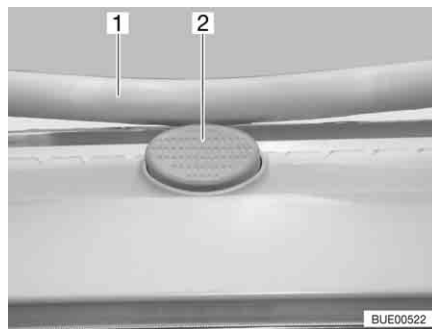

Bild 86 Sicherungsknopf an der Heki-Dachhaube
- Den Sicherungsknopf (Bild 86,2) drücken und den Bügel (Bild 86,1) mit beiden Händen nach unten ziehen.
- Den Bügel mit beiden Händen nach oben drücken, bis der Bügel oberhalb des Sicherungsknopfes (Bild 86,2) liegt.